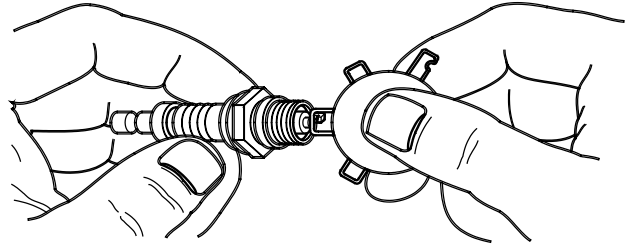

Figura 4-3. Ajuste de la separación del electrodo de bujía
5. Vea la **Figura 4-3**. Compruebe la separación de los electrodos de bujía usando un calibre de espesores de alambre. Sustituya la bujía si la separación no está dentro de las especificaciones como se proveen en la Sección 2 — **Motor**.